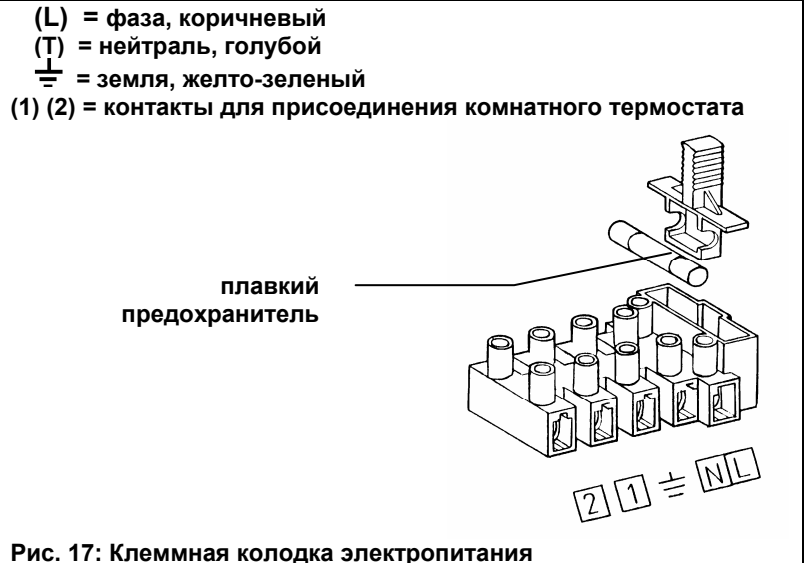

Рис. 17: Клеммная колодка электропитания
- В клеммной колодке имеется также плавкий предохранитель быстрого срабатывания на 2А (рис. 17).